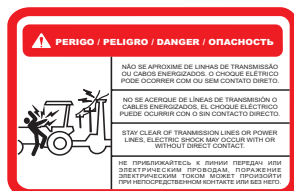

Figura 17
- Faça uma avaliação completa do local de trabalho antes de qualquer operação. Verifique se existem obstáculos próximos do implemento, como árvores, paredes e redes elétricas que oferecem riscos de lesões graves ou fatais (Figura 17).